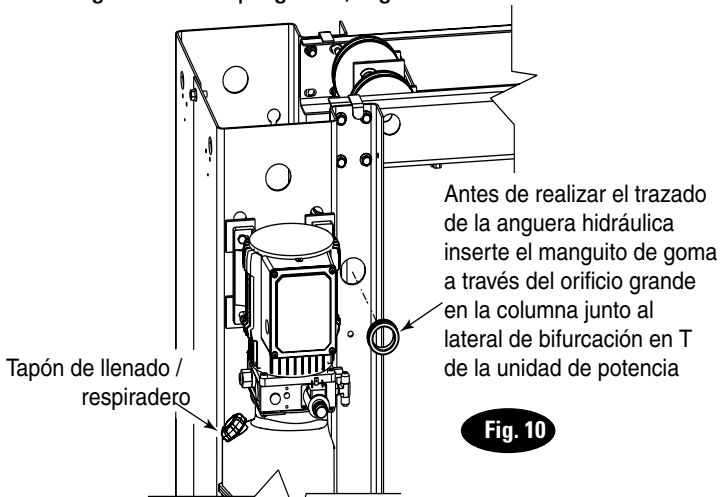
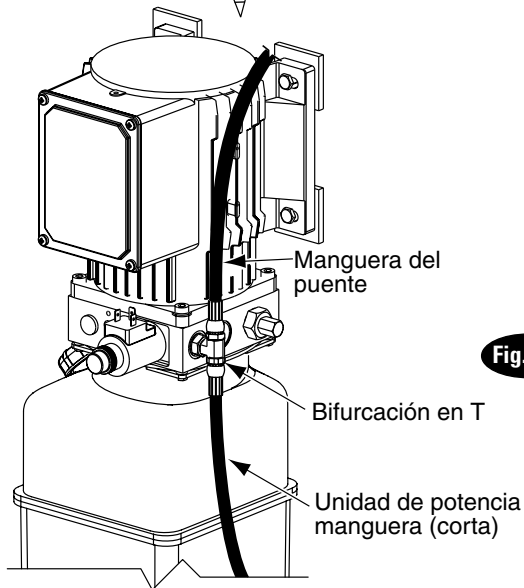

Fig. 10
Fig. 10a
**9. Mangueras de la serie E:** Antes del trazado de las mangueras, inserte el manguito de goma en la columna, Fig. 10. Limpie los adaptadores y la manguera. Compruebe que las roscas no presentan daños y que los extremos de la manguera están plegados, Fig. 10a.
**Relleno del aceite:** Use líquidos hidráulicos o Dexron III ATF, que cumplan con las especificaciones ISO 32. Remove fill-breather cap, Fig. 10. Extraiga la tapa del respiradero de llenado, Fig. 10. Vierta el líquido hasta que alcance la marca de llenado en el depósito. El sistema tiene una capacidad de (14) cuartos de galón (aprox. 16 litros). Vuelva a colocar la tapa del respiradero de llenado.
- Empuje el cable hacia arriba hasta que el inserto esté por encima del carro de grúa Fig. 10.